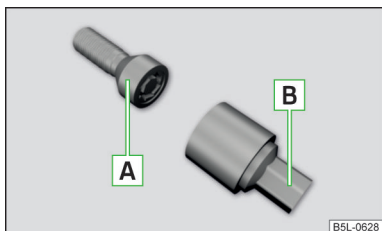

Fig. 152
Los tornillos de rueda antirrobo protegen las ruedas de un robo. Se pueden **soltar/apretar** solamente con el suplemento **B** » **fig. 152**.
- Introduzca la llave de rueda hasta el tope sobre el tornillo de rueda. Usar el suplemento para los tornillos de la rueda antirrobo correspondientes » **fig. 152 de la pág. 134**.